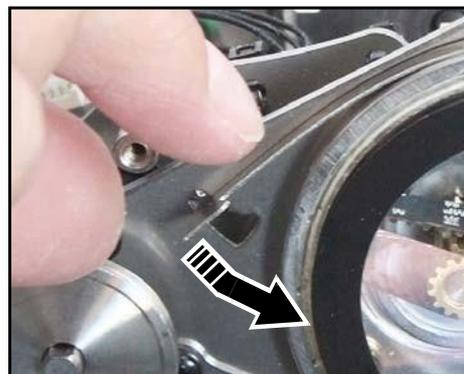

Рисунок 19: Снятие вращающейся призмы
3. См. рисунок 19. Нажать на конец фиксатора призмы в направлении призмы, пока не получится снять призму из паза фиксации. Поднять фиксатор вверх и отодвинуть от призмы.